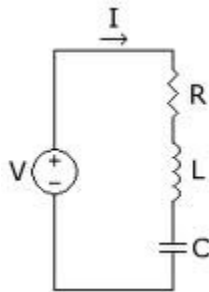

Figura 1. Esquema del circuito RLC serie a considerar.
El circuito que se muestra en la figura 1 está constituido por una fuente de voltaje (V), y se encuentra conectada a una resistencia (R), en serie con una bobina (L) y un capacitor (C).
Para poder estimar el precio del circuito, se requiere considerar una función que depende de los precios y elementos constitutivos del circuito, estos elementos son los que muestra la figura 1, en ella se muestran los elementos constitutivos como son: la resistencia, el capacitor, la bobina y la batería.